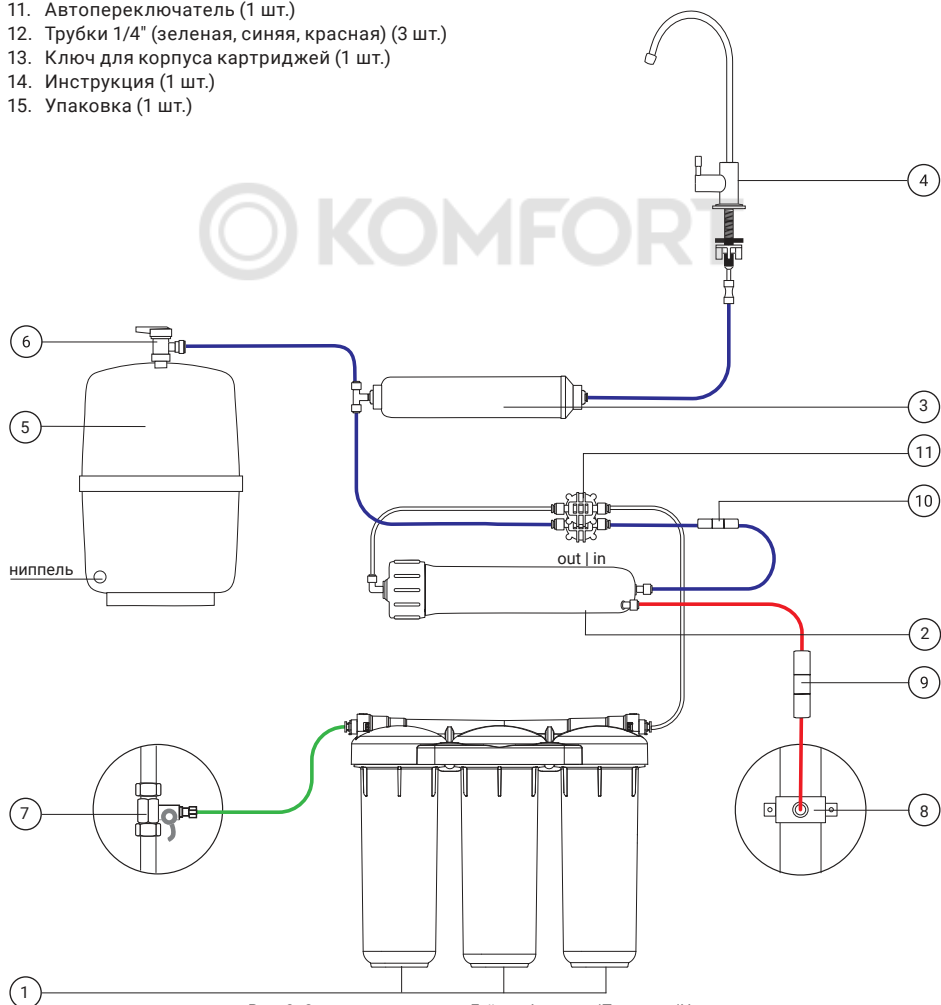
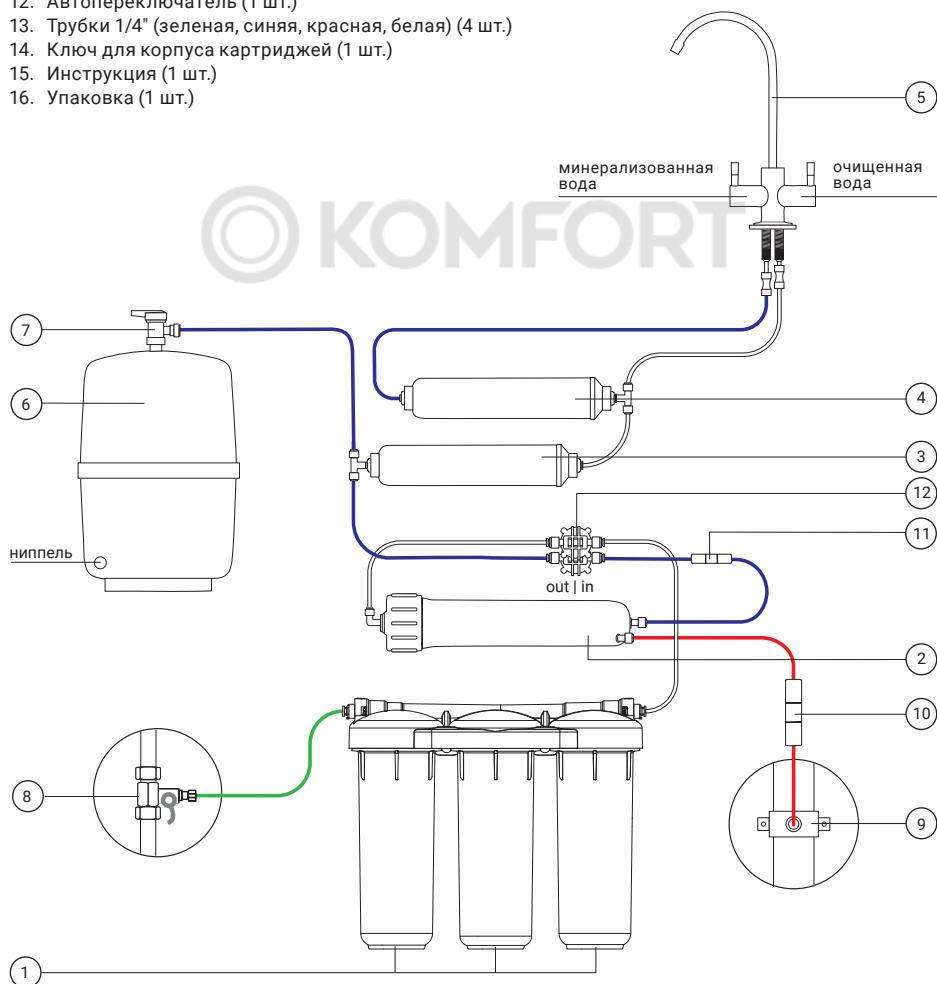
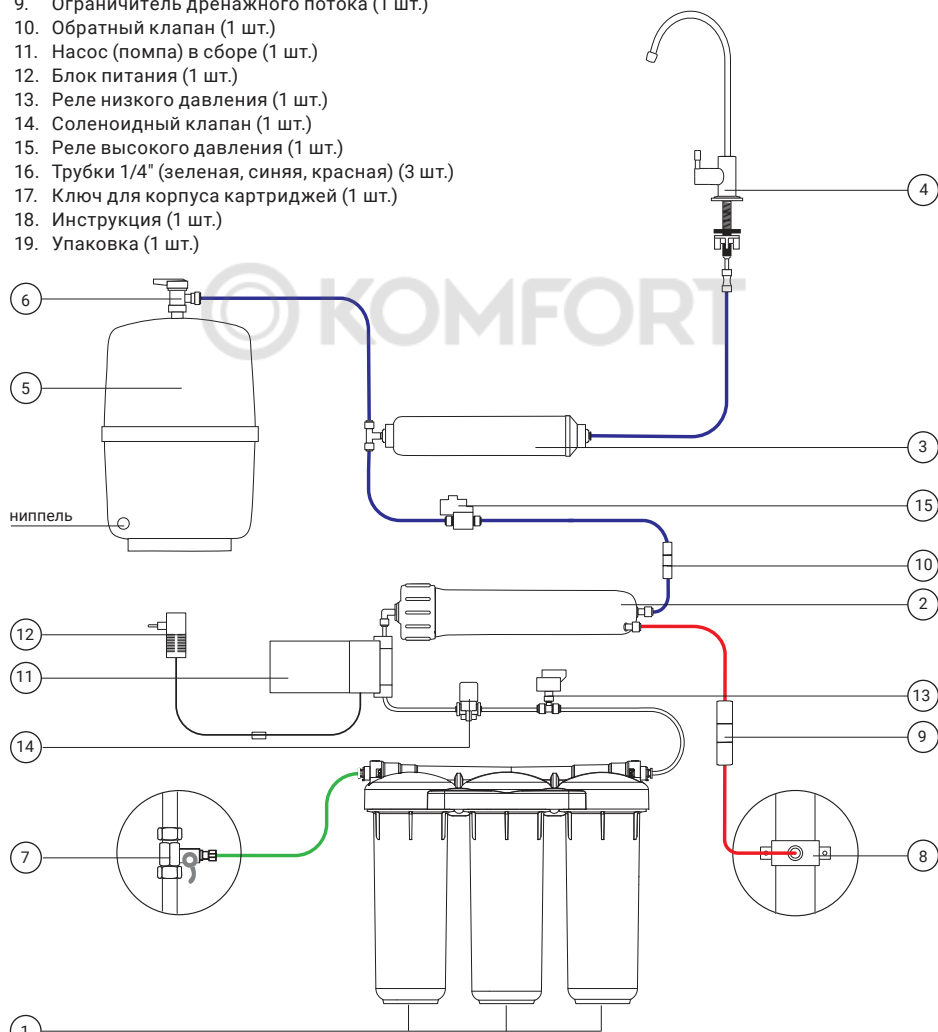
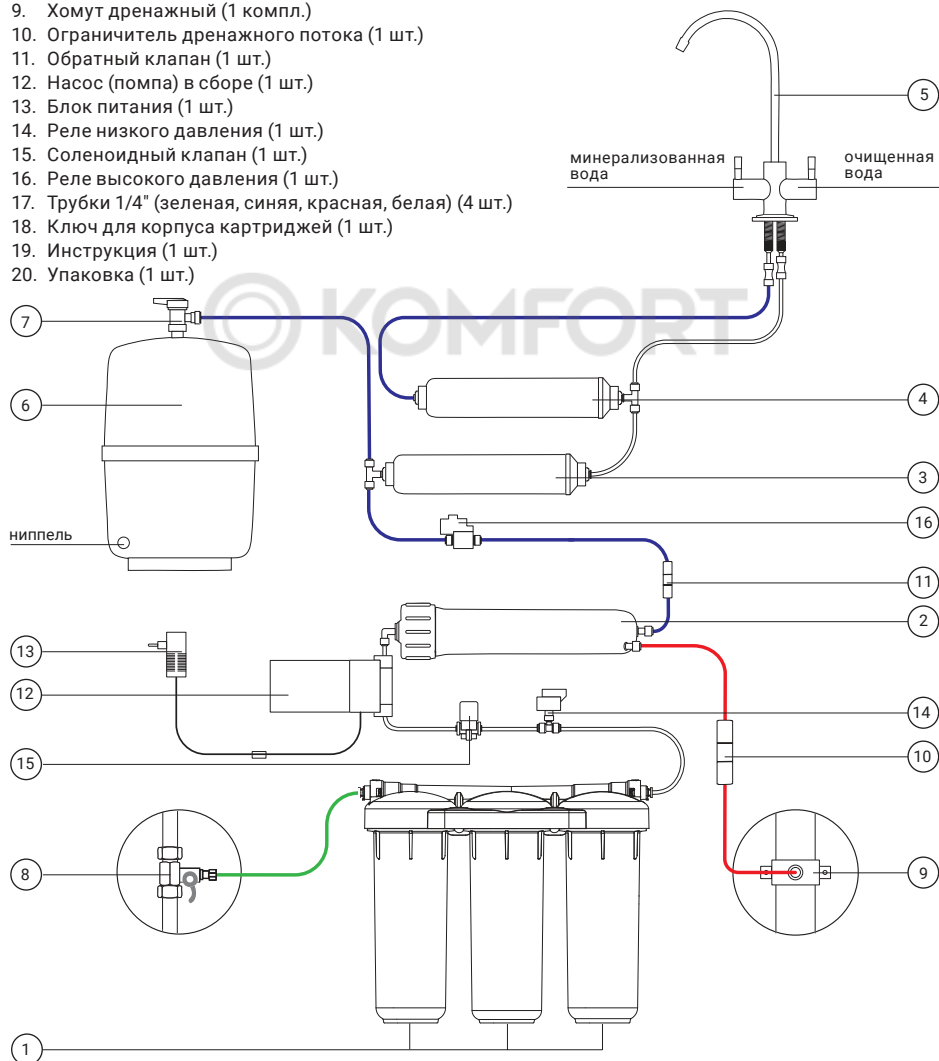

Рис. 2. Схема подключения Гейзер Аллегро/Престиж/Нанотек.
Рис. 3. Схема подключения Гейзер Аллегро М/Престиж М.
Рис. 4. Схема подключения Гейзер Аллегро П/Престиж П/Престиж ПТ/Нанотек П с повышающим давлением насосом (помпой).
Рис. 5. Схема подключения Гейзер Аллегро ПМ/Престиж ПМ с повышающим давлением насосом (помпой).
8. Согласно схеме подключения (см. рис. 2, рис. 3 или рис. 4, рис. 5) подключите одну часть синей пластиковой трубки в фитинг-тройник, подключенный к угольному постфильтру, другой конец трубки подключите в фитинг на выход из угольного постфильтра. В фильтрах с минерализатором белую пластиковую трубку из комплекта поставки подключите в фитинг на выход из минерализатора.
6. Подсоедините другой конец пластиковой трубки к выходу из автопереключателя согласно схеме подключения (см. рис. 2, рис. 3). Если фильтр в комплектации с насосом (помпой), повышающим давление, трубка подключается к ограничителю дренажного потока (см. рис. 4, рис. 5).